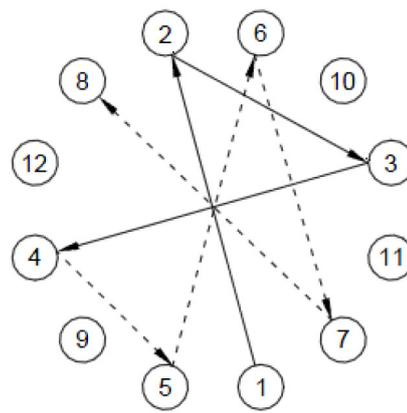

Рис.14. Последовательность затяжки
- Затяните другие болты в последовательности, показанной на Рис.14.